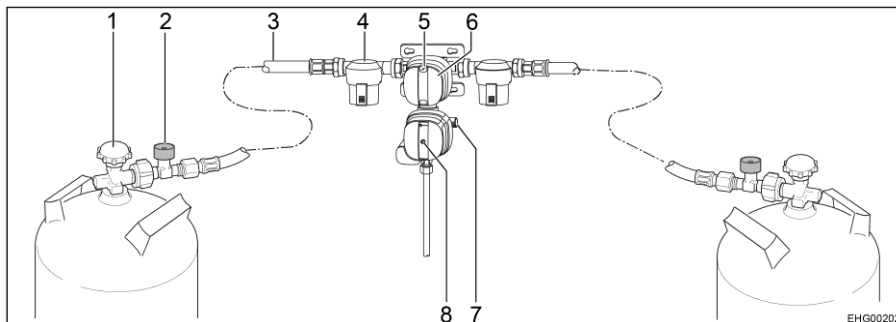

Fig. 83 Impianto di regolazione pressione gas di sicurezza DuoControl CS
L'impianto di regolazione DuoControl consiste in una valvola di commutazione e un sensore crash. L'impianto di regolazione DuoControl è montato tra i tubi flessibili per alta pressione (Fig. 83,3) con dispositivo antirottura del tubo flessibile (Fig. 83,2). Con la manopola (Fig. 83,6) sulla valvola di commutazione è possibile stabilire quale delle bombole del gas viene utilizzata come bombola in uso e quale come bombola di riserva.
Nella finestra di controllo (Fig. 83,5) viene visualizzato lo stato del rifornimento di gas:
Il sensore crash blocca l'alimentazione del gas in caso di forti vibrazioni (es. incidente). Lo stato operativo del sensore crash si riconosce dalla posizione del pulsante giallo di reset (Fig. 83,8):
- Se il pulsante giallo di reset (Fig. 83,8) è spinto in dentro, il sensore crash è pronto al funzionamento.
- Se il pulsante giallo di reset (Fig. 83,8) sporge, il sensore crash **non** è pronto al funzionamento. Per la messa in funzione, vedere di seguito.
Il dispositivo antirottura del tubo flessibile (Fig. 83,2) blocca il flusso di gas quando il tubo flessibile collegato si rompe. Il dispositivo antirottura del tubo flessibile deve essere attivato premendo il tasto verde.
- Con la manopola (Fig. 83,6) sulla valvola di commutazione selezionare la bombola del gas, da cui proviene la principale alimentazione del gas (bombola in uso). Girare la manopola fino all'arresto.
- Aprire le valvole principali di arresto (Fig. 83,1) delle bombole del gas.
- Premere per circa 5 secondi il tasto verde del dispositivo antirottura del tubo flessibile (Fig. 83,2). Nella finestra di controllo (Fig. 83,5) viene visualizzato il simbolo verde.
- Se il sensore crash è scattato (il pulsante giallo di reset (Fig. 83,8) sporge):
Spingere con forza in dentro il pulsante giallo di reset (Fig. 83,8), ruotarlo appena in senso orario e tenerlo premuto per 5 secondi. Assicurarsi che il pulsante di reset rimanga in posizione premuta ("pronto al funzionamento").
- Chiudere le valvole principali di arresto (Fig. 83,1) delle bombole del gas.
Se la spia di controllo verde (Fig. 84,6) si spegne durante il funzionamento e la spia di controllo rossa (Fig. 84,5) si accende, significa che la bombola in uso è vuota e deve essere sostituita. Nella finestra di controllo (Fig. 83,5) della rispettiva bombola del gas compare la tacca rossa. La bombola di riserva continua ad alimentare le utenze a gas.
- Ruotare la manopola (Fig. 83,6) fino all'arresto in direzione della bombola del gas attualmente in uso. In questo modo questa bombola del gas ora è la bombola in uso, mentre la bombola del gas vuota diventa la bombola di riserva. Il simbolo nella finestra di controllo (Fig. 83,5) passa da rosso a verde.
- Chiudere la valvola principale di arresto (Fig. 83,1) della bombola del gas vuota. Osservare la direzione della freccia.
- Premere il tasto verde del dispositivo antirottura del tubo flessibile (Fig. 83,2).